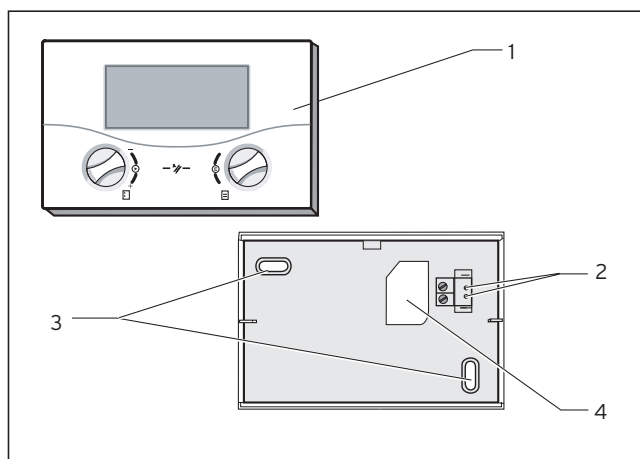

Рис. 3.4: Монтаж устройства дистанционного управления
- Просверлите два крепежных отверстия (3) для цоколя настенного монтажа VR 55 диаметром 6 мм в соответствии с рис. 3.4 и вставьте входящие в комплект дюбели.
- Проложите подводящий кабель через кабельный ввод (4).